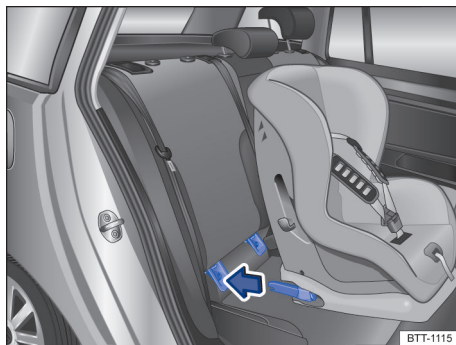

Fig. 4 Representação esquemática: instalar a cadeira de criança ISOFIX com os braços de apoio.
- Encaixar a cadeira de criança nos olhais de retenção → Fig. 4 no sentido da seta. A cadeira de criança deve engatar de forma segura e audível (clique).
- Colocar a cadeira de criança sobre a superfície do banco e prender os ganchos dos cintos de fixação nos olhais de retenção → Fig. 4, caso os cintos de fixação sejam fornecidos junto com a cadeira de criança.